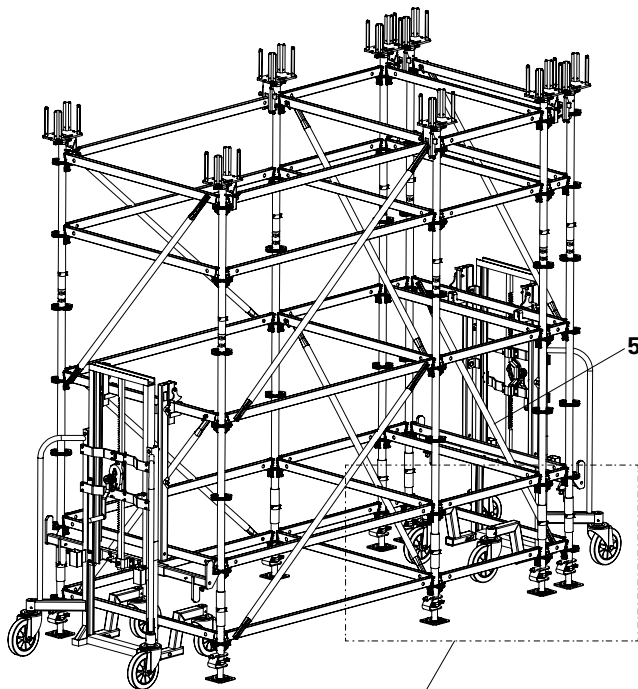

Fig. B1.06
- Verificare lo spazio libero dal diagonale verticale (5)! (Fig. B1.06 – B1.07)